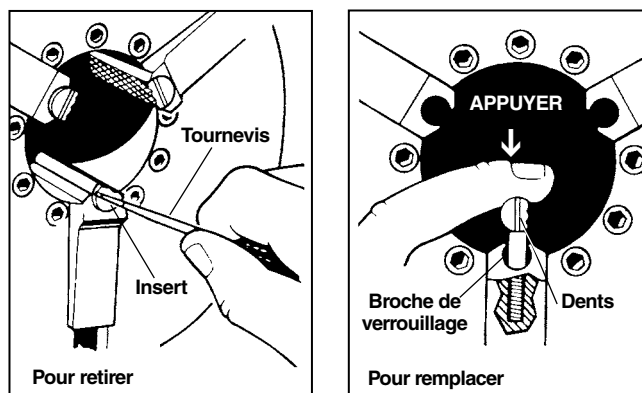

Figure 33 – Remplacement des inserts de mâchoire
1. Utilisez un tournevis pour tourner l'insert de 90 degrés d'un côté ou de l'autre, puis retirez l'insert (*Figure 33*).
2. Positionnez l'insert latéralement sur la broche de verrouillage, puis enfoncez-le à fond (*Figure 33*).